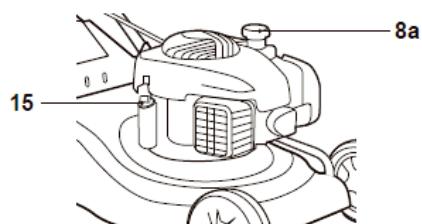

Fig. 8
3. Dévisser et retirer le bouchon du réservoir de carburant (8a) (Fig. 8).